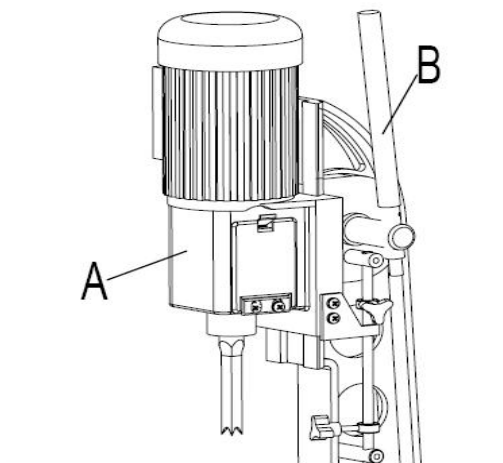

Fig. 9
Huvudet (A) Fig. 9, höjs och sänks med hjälp av spaken (B). För maximal hävstång under insticksoperationen kan spaken (B) flyttas om genom att dra ut navet (C) på spakenheten och flytta navet på kugghjulsaxeln .